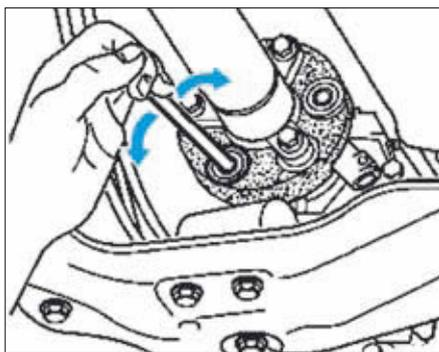

FIG. 3
- Déposer les douilles d'ajustage des flectors avec un mandrin (outil à réaliser soi-même) sur la bride d'accouplement de la boîte de vitesses et de l'essieu arrière (Fig.3).